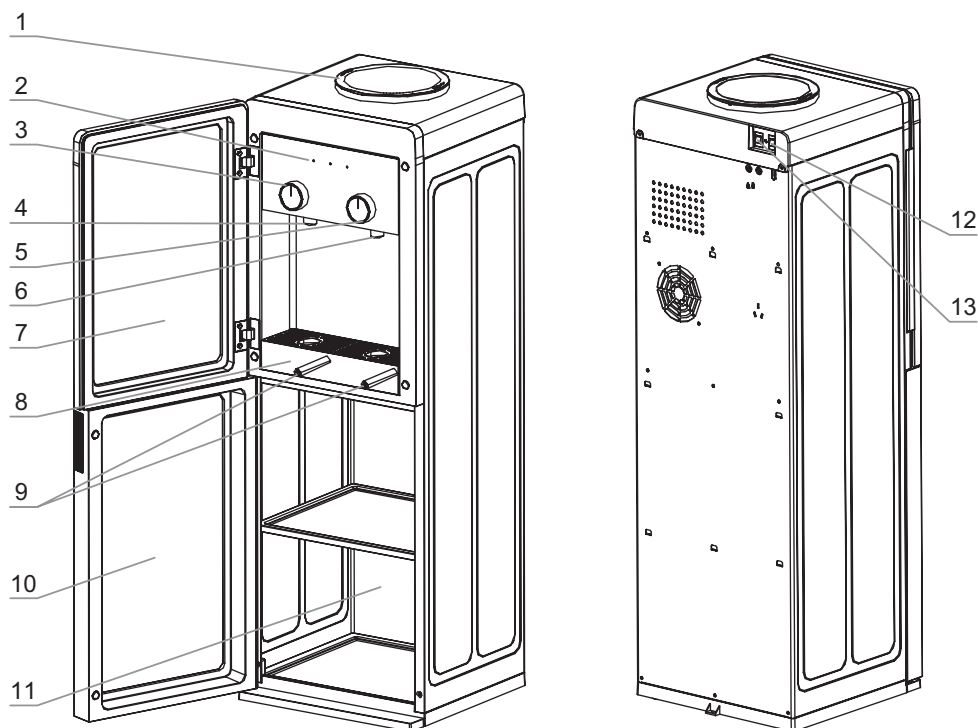

Рис. 1. Схема аппарата V250CE Gold
Поставьте чашку или другую емкость для воды на лоток каплесборника (рис. 1–8) под краник подачи воды.
Чтобы налить горячую воду, поверните переключатель подачи горячей воды (рис. 1–3) в положение **ON**, для прекращения подачи воды поверните переключатель в положение **OFF**. Чтобы налить холодную воду, поверните переключатель подачи холодной воды (рис. 1–5) в положение **ON**, для прекращения подачи воды поверните переключатель в положение **OFF**. В силу технических особенностей кранов допустимо подкапывание воды в объеме 5–10 мл, после каждого использования аппарата, капли стекают в лоток каплесборника (рис. 1–8).
Выключатели нагрева (рис. 1–12) и охлаждения (рис. 1–13)
Панель индикации (рис. 1–2)
Перед первым использованием рекомендуется слить по 500 мл воды через каждый краник. Если кабель электропитания и выключатель нагрева (рис. 1–12) были включены, когда система еще не заполнилась водой полностью, сработает термозащита, которую сможет отключить только специалист сервисного центра.
Когда Вы убедились, что вода из краников горячей и холодной воды (рис. 1–4, 1–6) идет непрерывной струей, установите выключатели нагрева и охлаждения (рис. 1–12, 1–13) в положение I.
1. Сразу установите выключатели нагрева и охлаждения (рис. 1–12, 1–13) в положение **О**.
4. Убедившись, что вода из краников подачи воды идет непрерывной струей, установите выключатели нагрева и охлаждения (рис. 1–12, 1–13) в положение **I**.
3. Снимите съёмные детали с аппарата (рис. 1–1, 1–8) и тщательно промойте их с небольшим количеством моющего раствора, предназначенного для мытья посуды.
4. Остатки воды в системе необходимо слить через сливные отверстия (рис. 1–9), расположенные на передней стенке аппарата, после чего закрыть отверстия.
6. Промойте аппарат чистой водой: необходимо залить в систему около 4 литров чистой воды, затем слить через краники подачи горячей (рис. 1–4) и холодной воды (рис. 1–6) и отверстия для слива (рис. 1–9). При необходимости повторите процедуру.
5. Остатки воды в системе необходимо слить через сливные отверстия (рис. 1–9), расположенные на передней стенке аппарата, после чего закрыть отверстия.